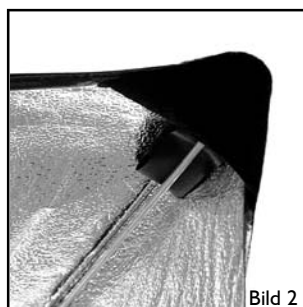

Bild 2
- Streifen Sie nun - wiederum über Kreuz - die mit Winkeln aus schwarzem Klettvlies versehenen Ecken des Reflektors über die Enden der Stäbe. Dieser Montageschritt kann erleichtert werden, wenn Sie das jeweilige Vorspannband mit einem Finger in der Mitte fassen und während des Überstreifens der entsprechenden Reflektorecke gleichmässig nach unten ziehen. Hierdurch wird ein ungewolltes "Ankletten" des Vorspannbandes weitgehend oder vollständig verhindert und der Faltrifektor lässt sich besser in seine korrekte Form bringen (Bild 2).